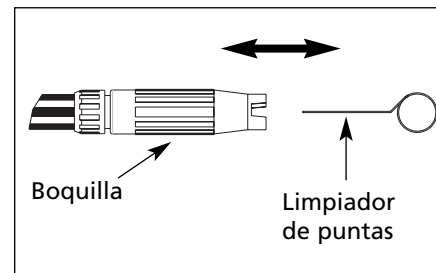

Figura 13
- Usando el limpiador de puntas que se incluye, o un sujetador de papeles desdoblado, introduzca el alambre en el orificio de la boquilla y muévalo hacia adelante y hacia atrás hasta quitar la obstrucción (vea la figura 13).